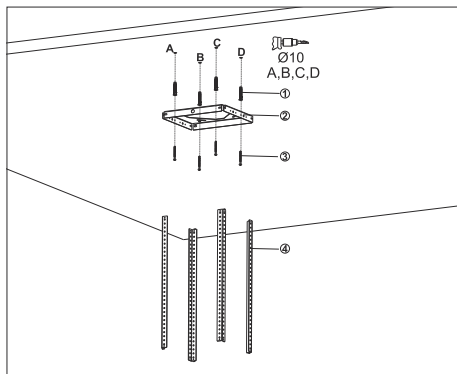

Fig. 11
**1.** ➔ Forare la superficie nel punto in cui verrà installato il prodotto dai punti A, B, C, D con una punta con Ø10 mm (Fig. 11).
Inserire perni in plastica, Ø10 mm nei punti in cui sono stati eseguiti fori col trapano A,B,C,D (Fig. 11).
Installare la piastra di collegamento a soffitto al soffitto nei punti A,B,C,D con viti 5.5x60 (Fig. 11).